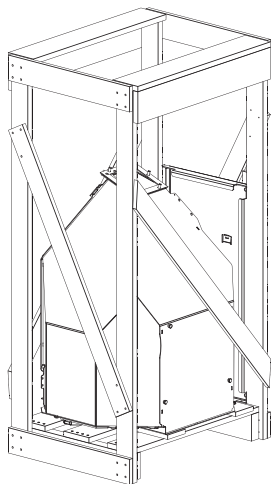
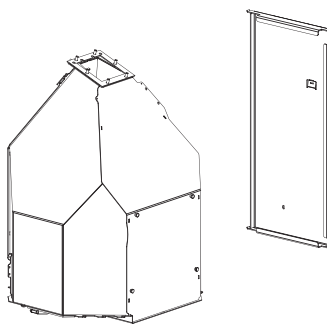

Fig. 11 Rimuovere la gabbia
Fig. 12 Serbatoio e piastra di base
- ▶ Rimuovere la gabbia dal serbatoio e dalla piastra di base – Fig. 11, Fig. 12.